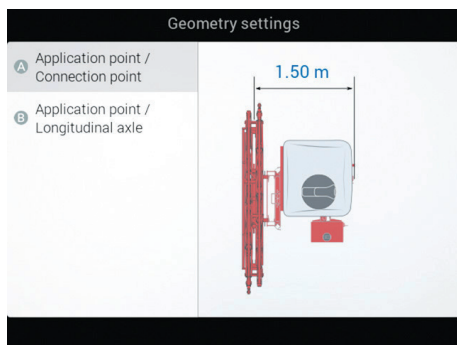

Fig. 137
- Skriv in lantbruksmaskinens mått (Fig. 137).